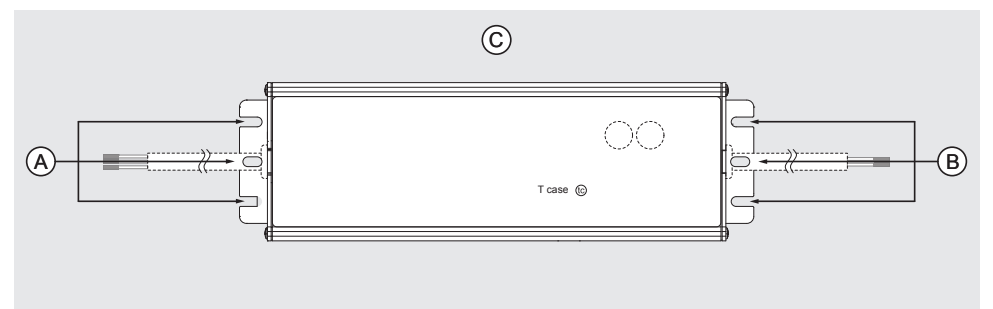

Fig. 2. Mounting Hole Locations
Refer to Fig. 2:
(A), (B)	Mounting holes for the LED driver (device). There are 3 mounting holes at either end of the device (locations (A) and (B) in Fig. 2). The device shall be mounted using a minimum of 2 out of the 3 mounting holes on both sides. Mounting shall be done using M4 screws with minimum length of 5mm. If customer's end system or panel where the device is mounted does not have screw threads, please use suitable metal screw and nut to secure the device.
Siehe Abb. 2:
Ⓐ, Ⓑ	Befestigungsbohrungen für den LED-Treiber (Gerät). An beiden Enden des Gerätes befinden sich 3 Befestigungsbohrungen (Positionen Ⓐ und Ⓑ in Abb. 2). Das Gerät muss in mindestens 2 der 3 Bohrungen an beiden Seiten befestigt werden. Zur Befestigung müssen M4-Schrauben mit einer Länge von mindestens 5 mm verwendet werden. Wenn das System oder die Platte, an dem bzw. der das Gerät beim Kunden befestigt werden soll, kein Schraubengewinde besitzt, sollten Sie es mit einer geeigneten Metallschraube mit Mutter sichern.